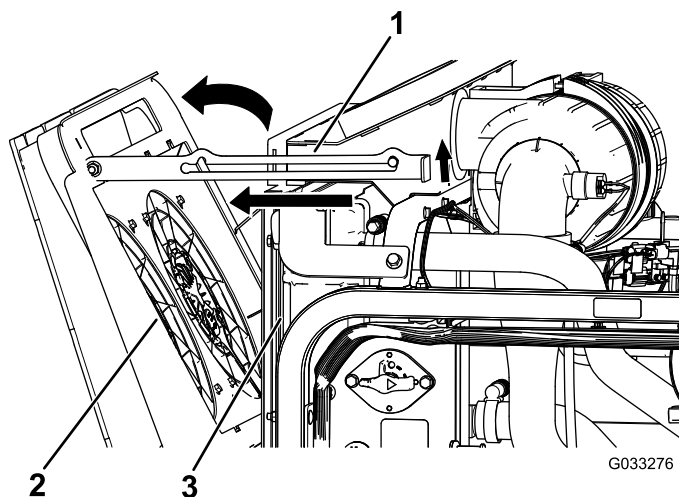

Figura 120
2. Ruotate le ventole di raffreddamento del motore all'indietro rispetto al radiatore e bloccate l'asta di sostegno nella tacca (Figura 120).